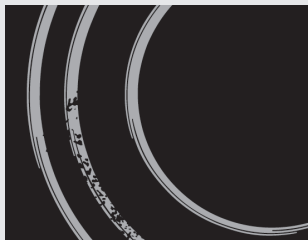

Figure 5
**Le sucre et les aliments contenant du sucre** peuvent détériorer irrémédiablement la surface vitrocéramique (Figure 5). Pour cette raison, vous devez enlever immédiatement avec une raclette le sucre et les préparations sucrées renversés sur la table de cuisson, même si le foyer est encore chaud (Figure 4).